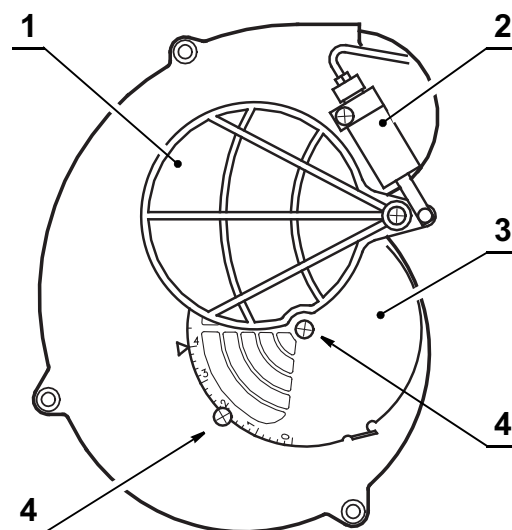

Fig. 22
- S'il est nécessaire, varier le débit d'air, desserrer la vis du capot, enlever ce dernier, agir sur le volet d'air, remonter le capot et alors reconstrôler l'indice de noircissement (Fig. 22).